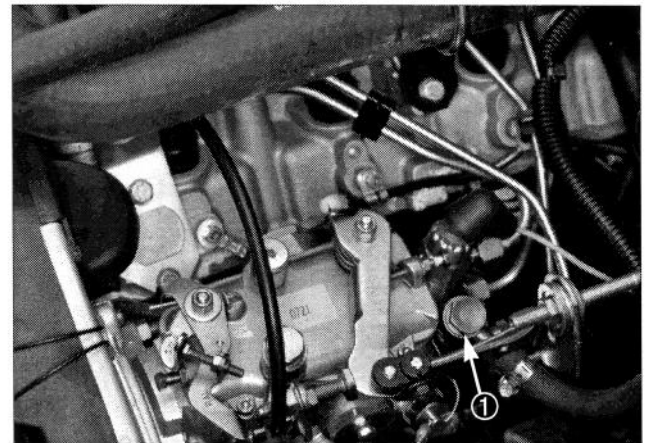

Figure 20
**N.B.:** Il faudra peut-être purger l'air de trouvant dans le tuyau d'alimentation, entre le filtre à carburant/séparateur d'eau et la pompe d'injection. Pour cela, desserrer le raccord sur la pompe d'injection (Fig. 20) et répéter l'opération de purge.